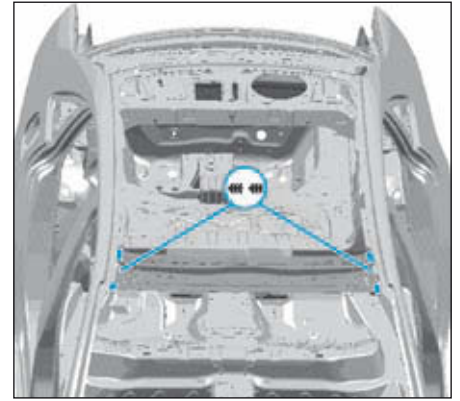
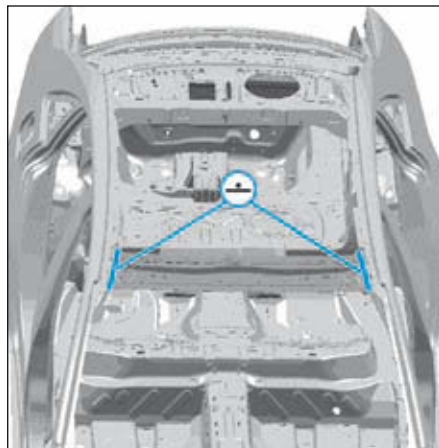

FIG.99
FIG.98
- Ajuster et souder comme illustré (Fig.98) et (Fig.99).